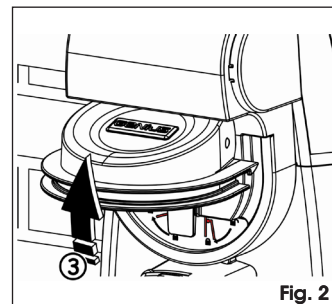

Fig. 2
1. Aprire il coperchio di sblocco, Fig. 2.
2. Open the release cover, Fig. 2.